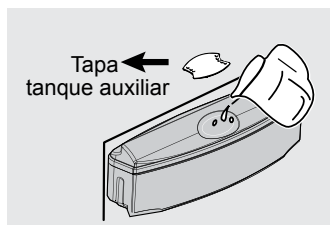

Figura 61
- Levante la tapa tanque auxiliar y llene el tanque con agua (figura 61).